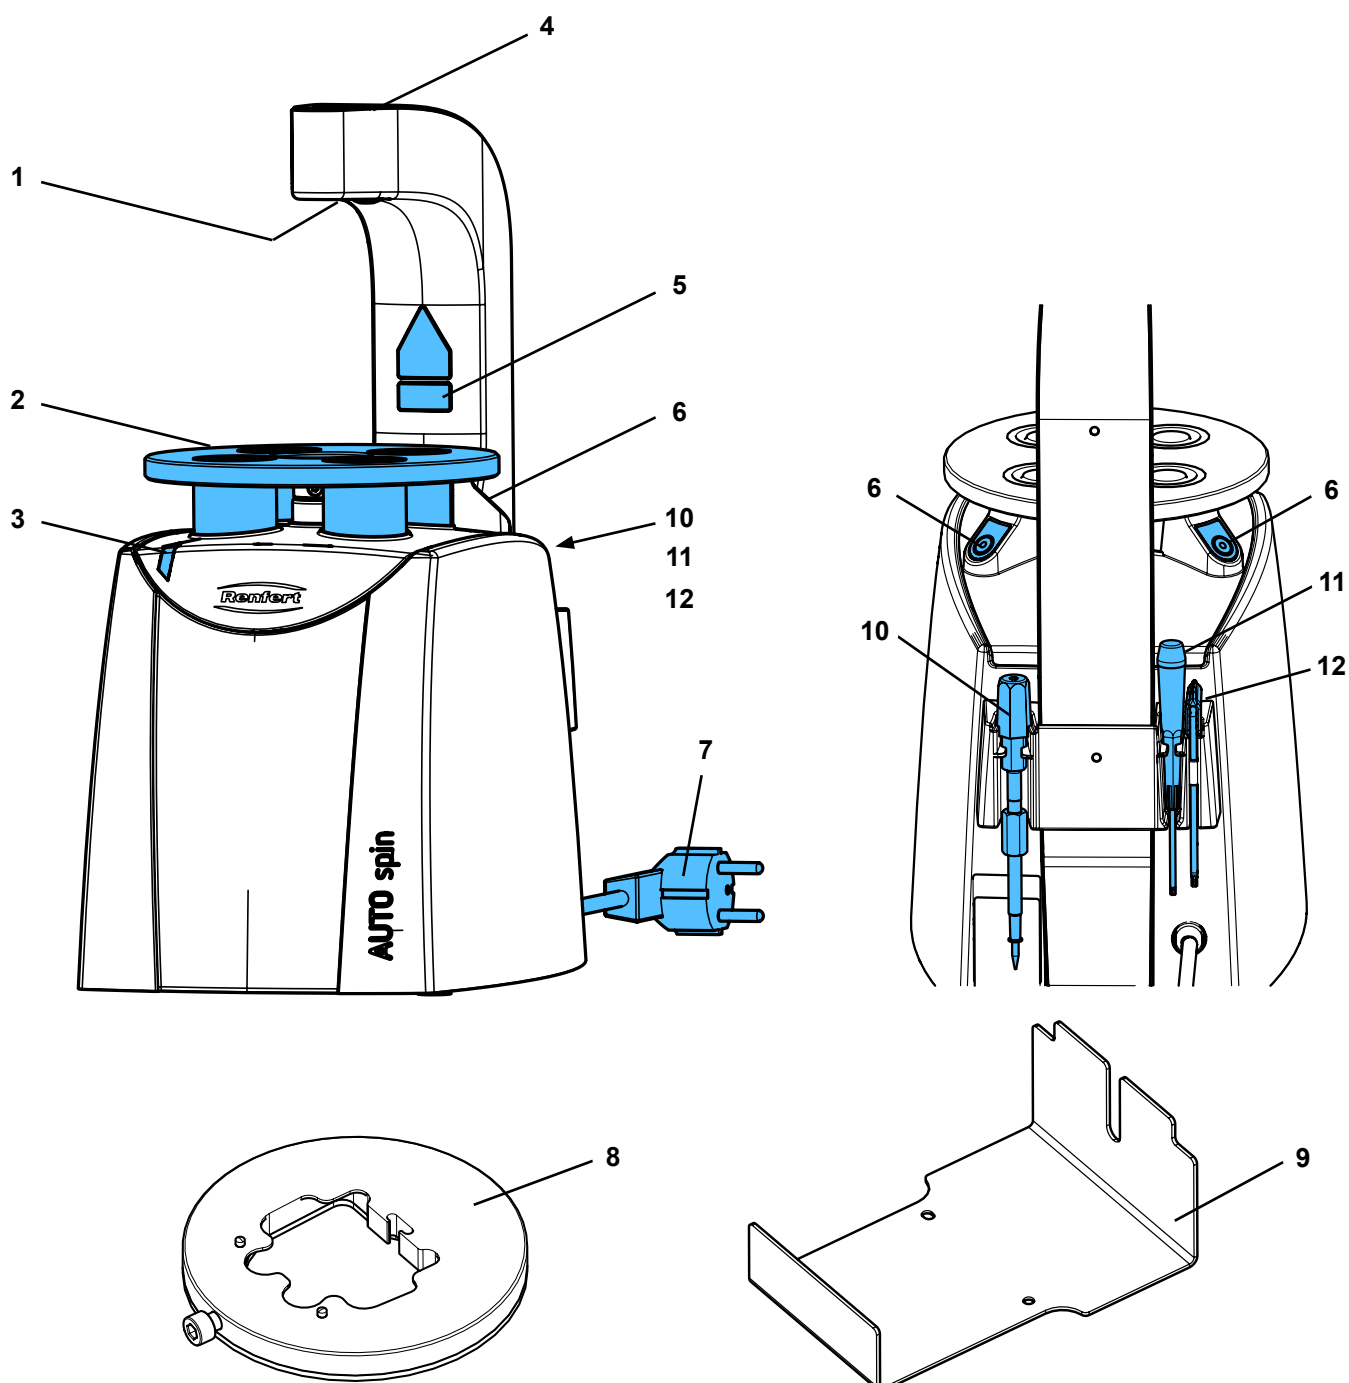

Fig. 1
- ⇒ Staccare l'etichetta che avverte del pericolo dei raggi laser nella lingua nazionale dal kit di etichette adesive e incollarla sull'etichetta dell'apparecchio (5, Fig. 1).
- ◆ la spia di funzionamento (3, Fig. 1) lampeggia.
- ⇒ Premere i due dispositivi di comando (6, Fig. 1) e tenere premuti.
- ◆ La spia di funzionamento (3, Fig. 1) si illumina.
- ◆ Il puntatore laser (1, Fig. 1) si illumina.
⇒ Per avviare l'operazione di foratura, premere contemporaneamente i due dispositivi di comando (6, Fig. 1).